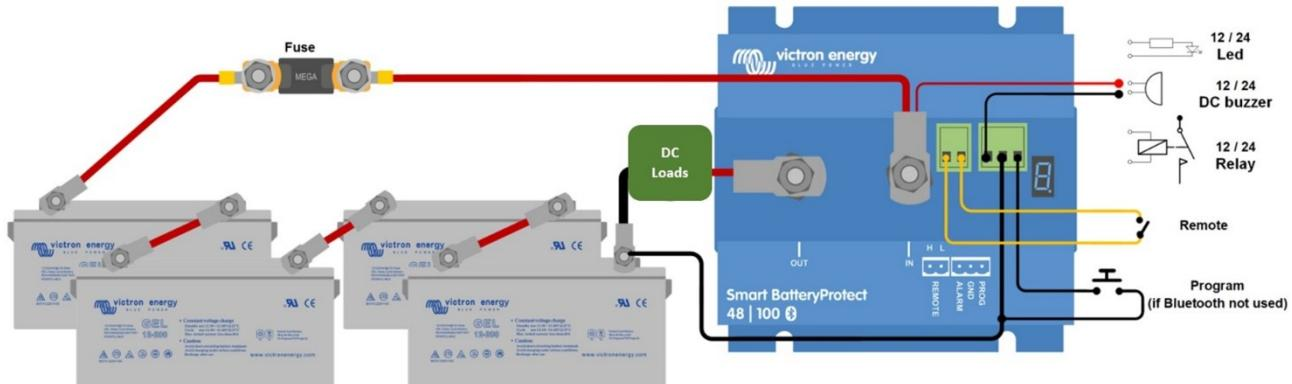

Bild 1 Kopplingsschema för SBP 48|100
- En summa, en LED eller ett relé kan kopplas mellan larmutgången och batteriets positiva pol (se bild 1). Maximal belastning på larmutgången: 50 mA (kortslutningssäkrad).